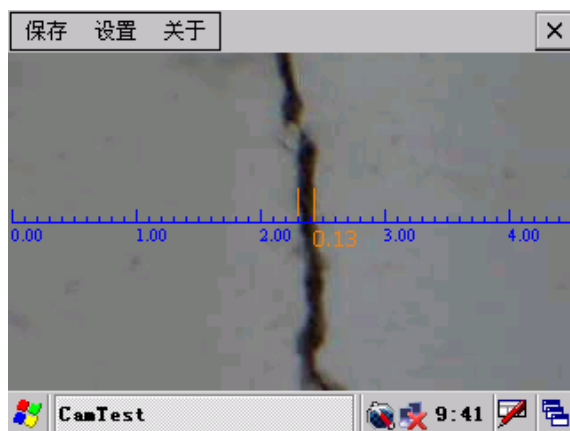

图 4 测量软件界面
2) 裂缝测量软件运行后，界面如图 4 所示。将测头置于裂缝正上方，